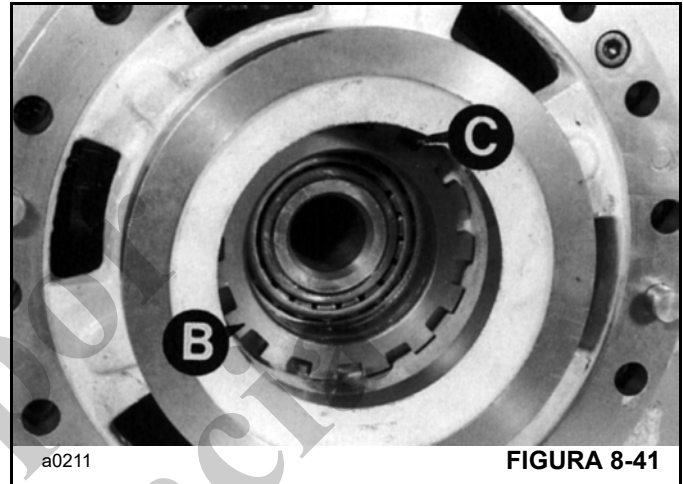
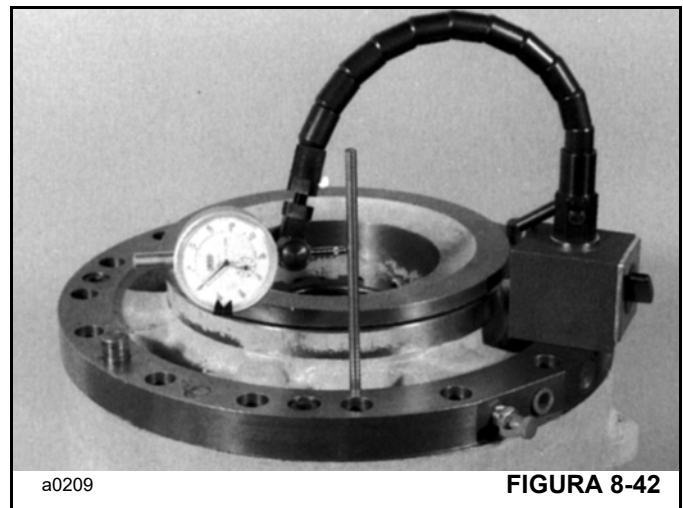

FIGURA 8-41
FIGURA 8-42
11. Ajuste las tuercas de lado del diferencial **B** (Figura 8-41) para obtener una precarga de cojinete de 1.36 a 2.5 Nm (1.0 a 1.84 lb-pie).
12. Mida el juego entre dientes de la corona, que debe ser de 0.13 a 0.2 mm (0.005 a 0.008 pulg) (Figura 8-42). Ajuste las tuercas laterales del diferencial en cantidades iguales cuando altere el juego entre dientes. Cuando el juego entre dientes y la precarga son correctos, instale los pasadores de bloqueo de las tuercas laterales **C** (Figura 8-41). Verifique el ajuste correcto de la corona, el piñón y la precarga. Consulte Ajuste de la corona y el piñón en la página 8-15.